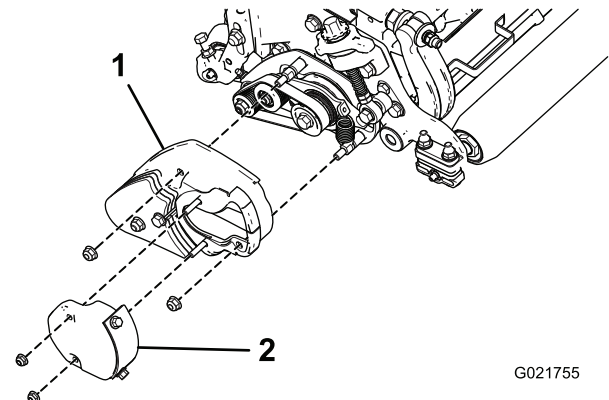

Bild 30
7. Stellen Sie sicher, dass die Muttern an den Abdeckungen (Bild 30) nicht zu fest angezogen sind.